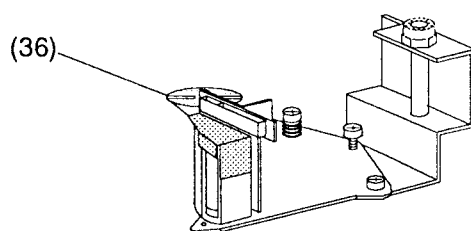
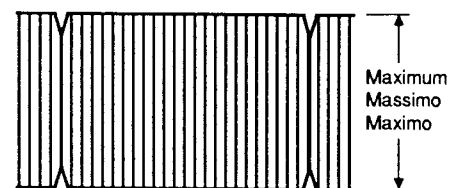

Fig. 41
Fig. 42
- Hüllkurve (FM vom Band) mit Mutter (36) auf maximale Amplitude einstellen (Fig. 41, Fig. 42).
- Set the envelopes (FM Tape) to maximum amplitude (Fig. 41, Fig. 42) with the nut (36).